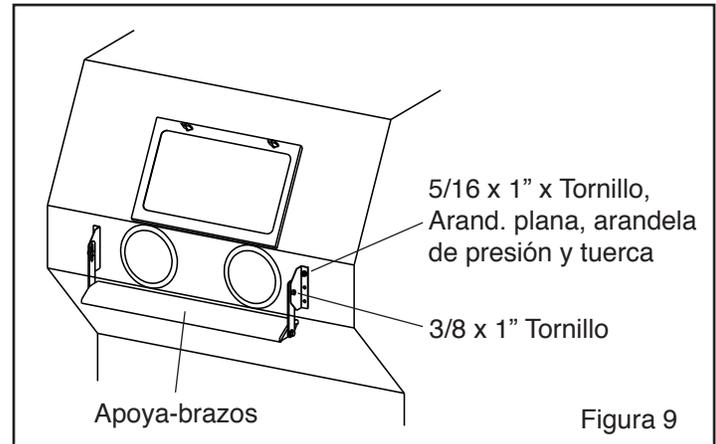

Figura 9
**3.4.1** Ensamble el apoya-brazos y los soportes como se indica en la Figura 9.